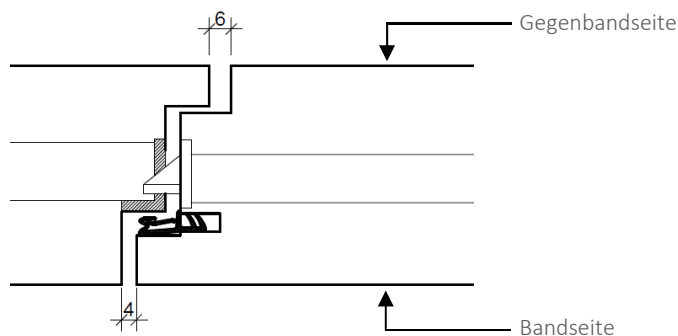

Abb. 14: Mittelpartie Vollpanikfunktion
- Vollpanikfunktion (Abb. 14) Bandseite = 4mm; Gegenbandseite = 6 mm (Zwängungsfreiheit)